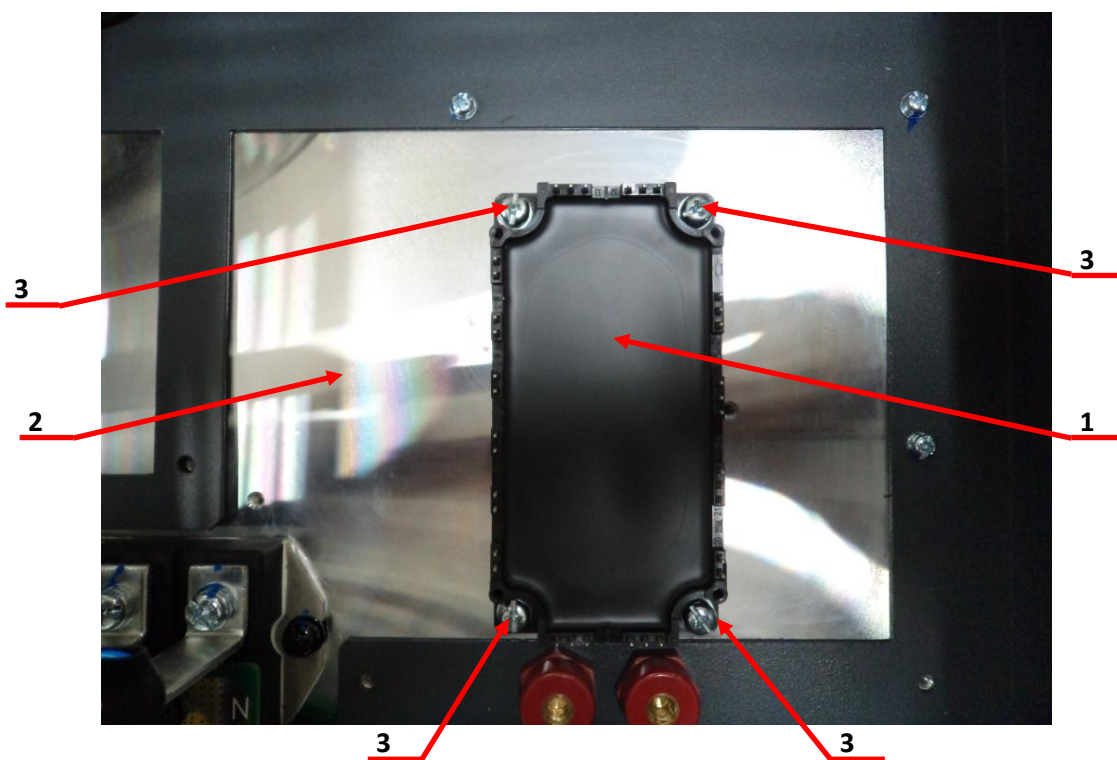

Рис.7.18
7.6.4. Установить матрицу поз.1 на радиатор поз.2. и закрепить винтами поз.3 (рисунок 7.18). Момент затяжки винтов в соответствии с таблицей 7.1.